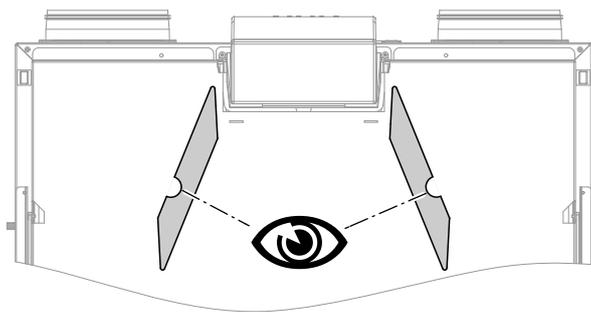

Abb. 62
3. Schieben Sie die neuen Filter in das Gerät ein. Beachten Sie hierbei die Einbaulage: Siehe Abb. 62.